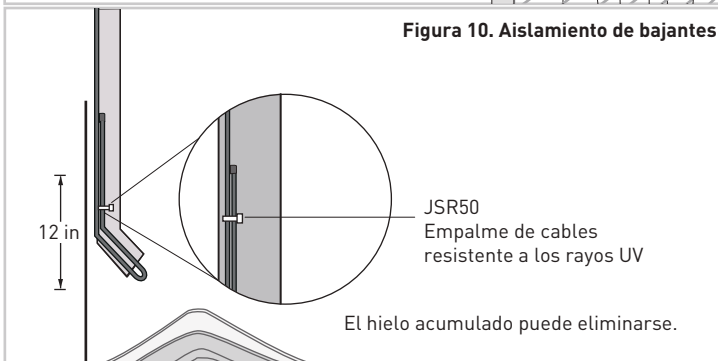

Figura 10. Aislamiento de bajantes
- Coloque el cable calefactor a lo largo de los canalones y en bajantes, que terminan por debajo del nivel de congelación. La sujeción permanente del cable a la parte inferior del canalón no es necesaria. Enrolle el cable calefactor en los bajantes. No deje el extremo del JHSF1 en el aire al final del bajante como se muestra en la Figura 10.